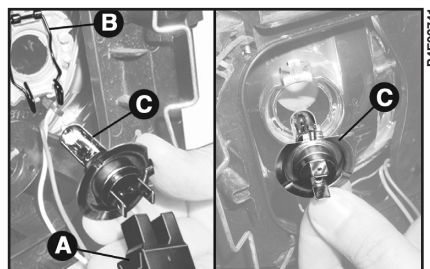

рис. 14
2) Разъедините разъем **А** (рис. 14), выведите из фиксатора пружину **В** и извлеките лампу **С**.